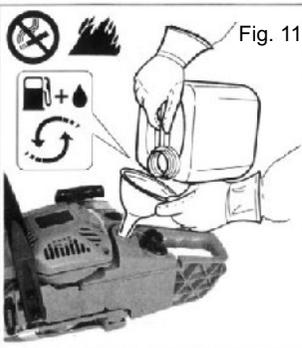
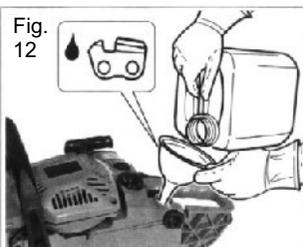

Fig. 11
Fig. 12
1. Encha o tanque da mistura combustível (gasolina+óleo 2 tempos) (Fig.11) e encha o tanque do óleo de corrente (Fig.12). Aperte as tampas com firmeza.